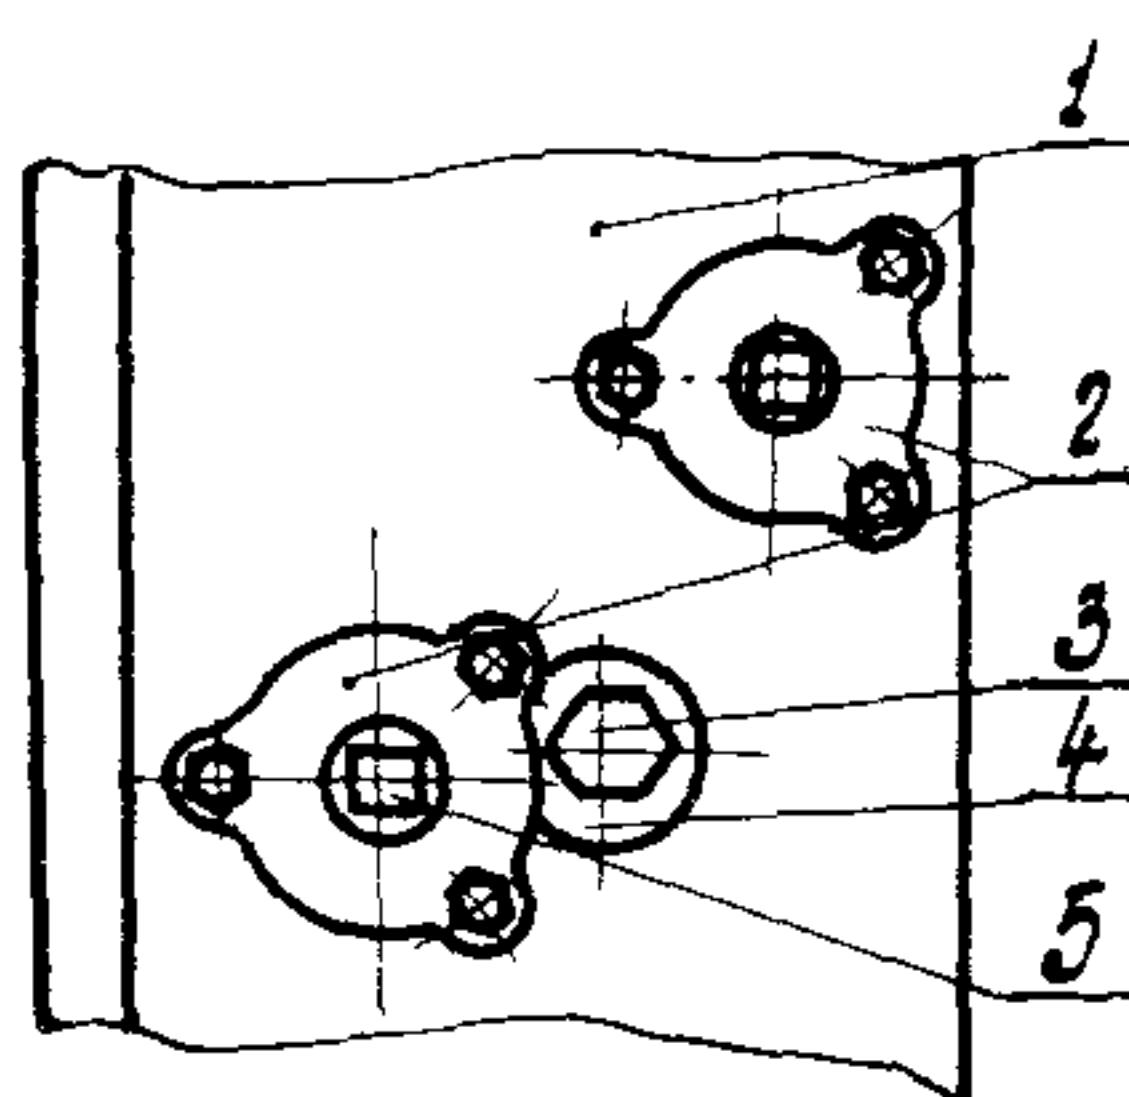

Рис.15. Крышки подшипников вала привода и
П р и м е ч а н и е . Болты, крепящие кулакок, удалять поочередно через техническое отверстие в горизонтальной стенке рамы (рис.15). При подходе ролика рычага 37 (см.рис.12) к собачке запорного устройства 35 освободить его, откав собачку 30 (см.рис.15).
10.10. Свинтить гайки и снять корпус подшипника 2 вала привода (см.рис.15) со стороны пружинного буфера 13 (см.рис.13).